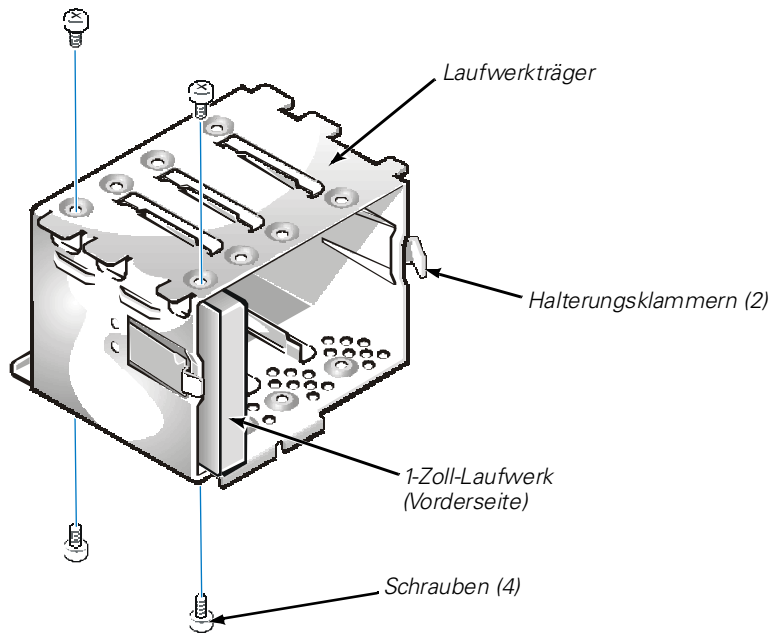

Abbildung 9-9. Festplattenlaufwerk in den Laufwerkträger einsetzen
5. Schieben Sie das Laufwerk in den gewünschten Einbauschacht der Halterung, und zwar so, daß die Anschlüsse an der Rückseite des Laufwerks zur Innenseite des Gehäuses weisen, wenn die Halterung wieder installiert wird (siehe Abbildung 9-9).
6. Richten Sie die vier Schraubenlöcher des Laufwerks und des Trägers aus, wie in Abbildung 9-9 gezeigt. Setzen Sie die im Aufrüstsatz enthaltenen Schrauben ein, und ziehen Sie sie fest an.